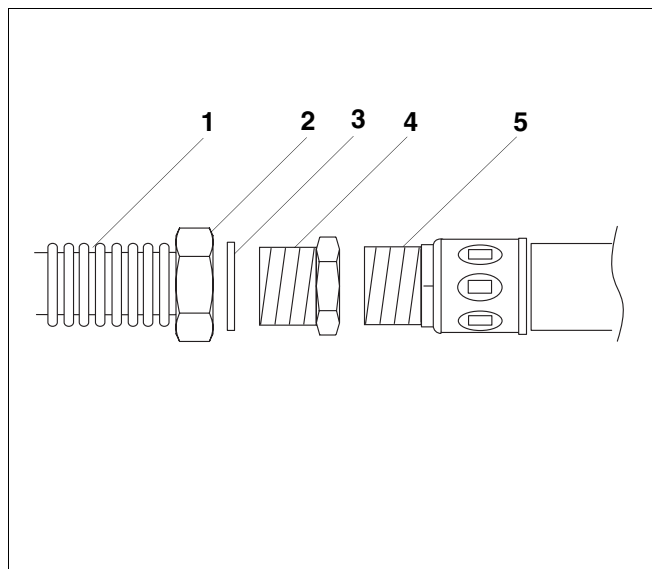

Fig. 8 Collegamento del tubo ondulato in acciaio inox all'accumulatore con attacchi da R $\frac{3}{4}$
- Avvitare la riduzione Rp $\frac{3}{4}$ × R1 (fig. 8, **pos. 4**) all'attacco dell'accumulatore R $\frac{3}{4}$ (fig. 8, **pos. 5**), per collegare l'accumulatore al set idraulico completo.
- Inserire la guarnizione (fig. 8, **pos. 3**) nel dado di raccordo premontato Rp1 (fig. 8, **pos. 2**).
- Avvitare il dado di raccordo premontato Rp1 (fig. 8, **pos. 2**) del tubo ondulato in acciaio inox alla filettatura R1 della riduzione Rp $\frac{3}{4}$ × R1 (fig. 8, **pos. 4**).